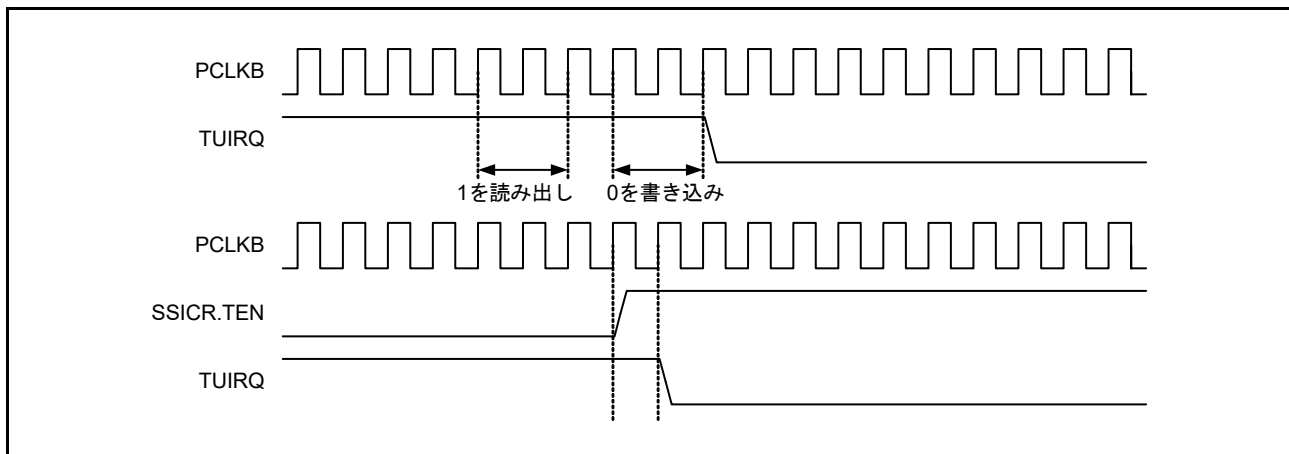

図 39.19 TUIRQ クリアタイミング
1. 本ビットから 1 を読み出した後に、0 を書き込んだとき (図 39.19 に示すタイミングと同じ)
- (1) 本ビットから 1 を読み出した後に、0 を書き込んだとき (図 39.19 に示すタイミングと同じ)
- (2) SSICR.TEN に 1 を書き込んでから PCLKB の 1 サイクルが経過したとき (注 3)